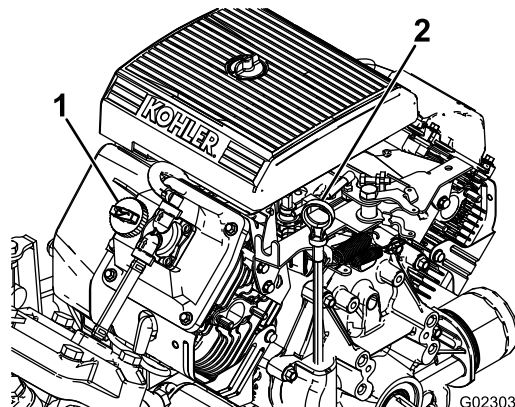

Figure 11
2. Retirez la jauge et essuyez-la sur un chiffon propre (Figure 11).
4. Si le niveau d'huile est trop bas, retirez le bouchon de remplissage du couvre-culasse (Figure 11) et versez la quantité d'huile nécessaire dans l'orifice pour amener le niveau au repère MAXIMUM sur la jauge ; voir Contrôle du niveau, vidange de l'huile moteur et remplacement du filtre à huile \(page 51\) pour connaître le type d'huile et la viscosité qui conviennent.